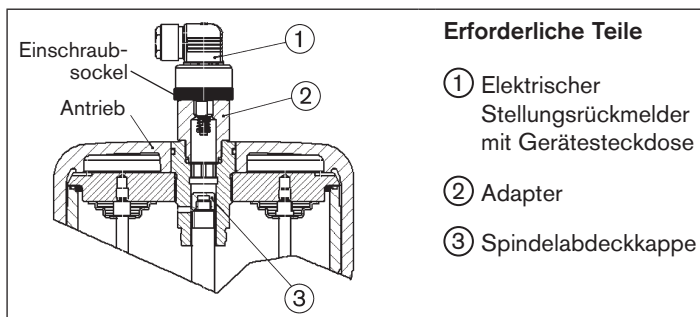

Bild 12: Antriebsgröße 175, 225 (Ø in mm) mit elektrischem Stellungsrückmelder
- Klarsichthaube vom Antriebsdeckel (6) abschrauben (Sicherheitshinweise Kapitel „10“ auf Seite 40 beachten!).
- Spindelabdeckkappe (3) anstelle der Stellungsanzeige auf Spindelende aufschrauben (SW14).
- Adapter (2) anstelle der Klarsichthaube auf den Antrieb schrauben (siehe „Bild 12“).
- Elektrischen Stellungsrückmelder (1) in den Adapter (2) schrauben, dabei den Hinweis in Kapitel „10“ beachten.